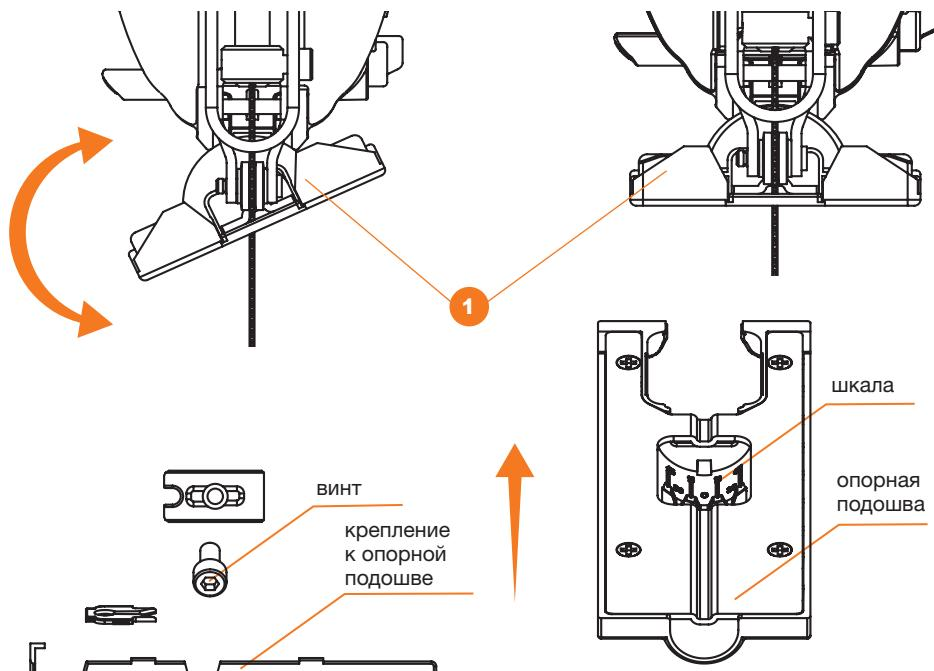

Рис. 3
Изделие имеет возможность изменения угла распила материала в пределах от  $-45^{\circ}$  до  $45^{\circ}$  (Рис. 3).
- Ослабьте стопорный винт на опорной плате 1 (Рис. 3).